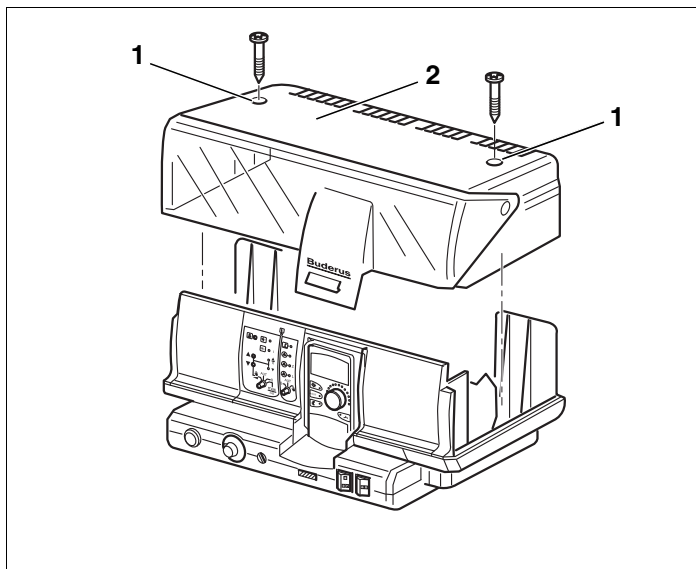

Рис. 14 Демонтаж крышки
- Отверните оба винта на крышке прибора (→ рис. 14, [1]).
- Снимите клеммную крышку (→ рис. 14, [2]).